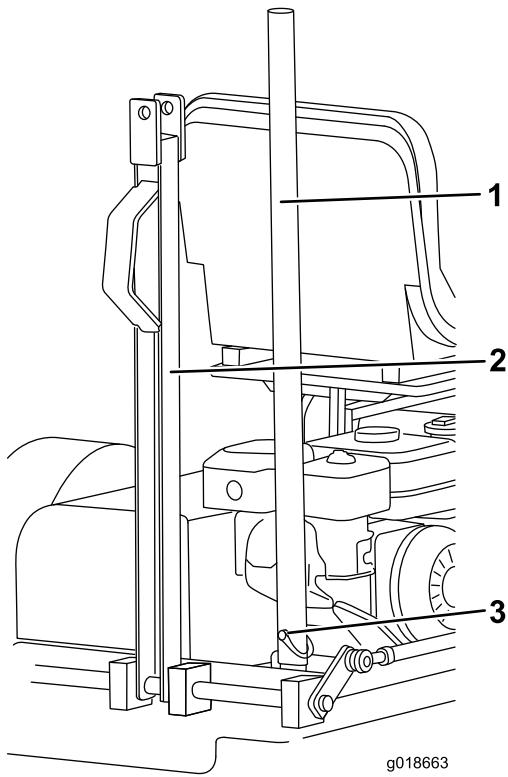

Bild 8
- A. Entfernen Sie den Klappstecker, mit denen die Hubstange an der Zugstangenhalterungsnase befestigt ist, und nehmen Sie die Stange aus der Halterung (Bild 8).